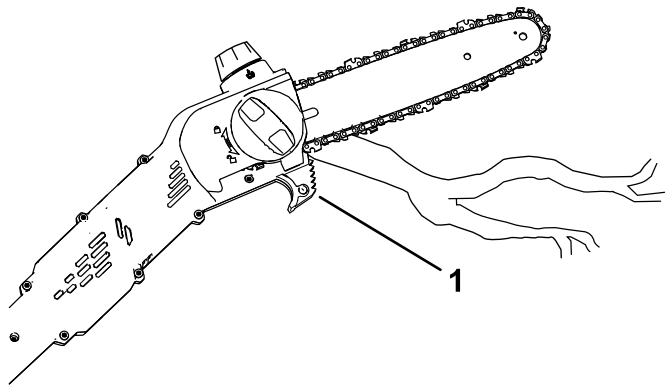

Figura 12
5. Tagliate con il ramo vicino alla parte posteriore della barra di guida, in prossimità della guida di taglio; premete la catena della sega leggermente contro il legno e fate in modo che il peso del potatore telescopico guidi il taglio (Figura 12).